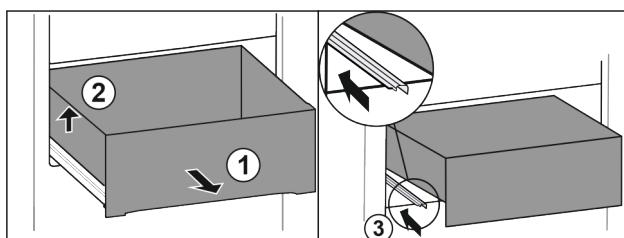

Fig. 62
- Вытяните выдвижной ящик до упора. Fig. 62 (1)
- Приподнимите выдвижной ящик слева. Fig. 62 (2)
- Вставьте левую направляющую. Fig. 62 (3)